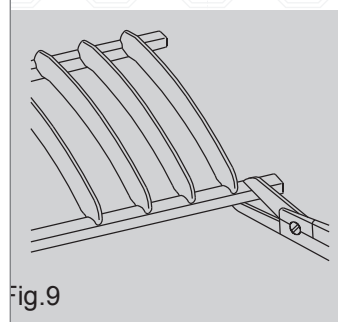

Fig.9
- **Schermo lamellare/lam. metallizzato** - Permette di ridurre l'abbagliamento. Fissare a scatto i pezzi necessari (tranne uno) sulla base del modulo, in modo che le lamelle risultino equamente distanziate fra pezzi diversi. Tagliare le due estremità del pezzo rimasto a filo dell'ultima lamella, come indicato (fig. 9). Quindi fissare a scatto il pezzo stesso.
- **Lamellar/metalized lamellar shield** - Used to reduce glare. Mounting instructions: Snap the necessary parts (except for one) onto the base of the module, so that the blades are equally spaced between the various parts. Cut the two ends of the remaining part level with the last blade (fig. 9). Then snap on the part itself.